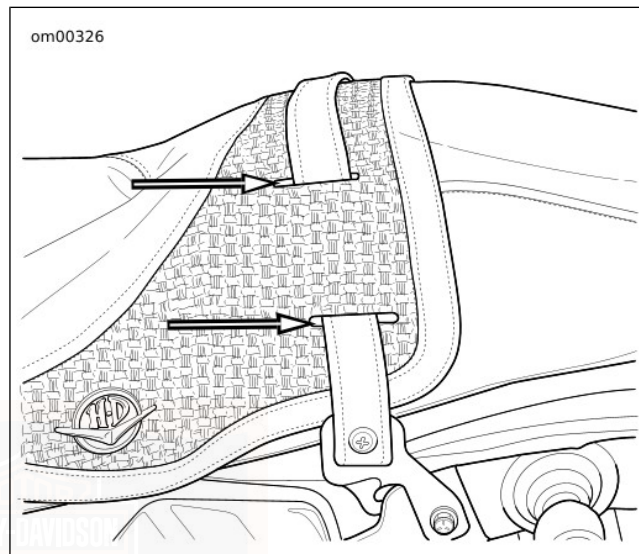

Figure 80. Fentes de sangle : FLHRC
5. Voir Figure 80. Sur la FLHRC et la FLTRU, tirer avec soin la sangle du siège de passager par les fentes du siège pour la déposer.
6. Voir Figure 80. Sur la FLHRC et la FLTRU, acheminer avec soin l'extrémité libre de la sangle du siège de passer par les fentes dans le siège.